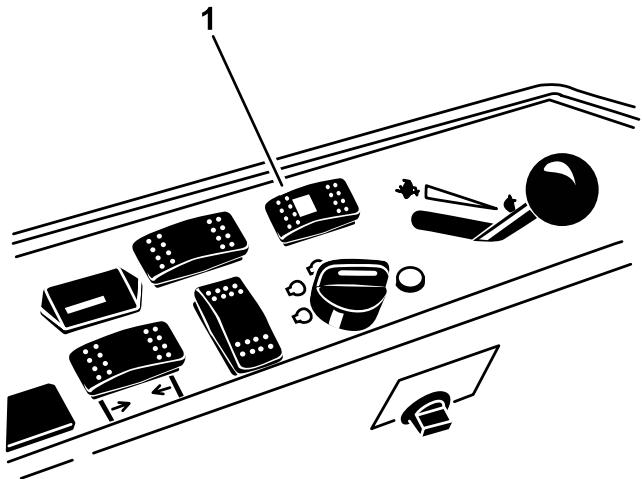

Bild 40
1. Drücken Sie den Lenkauswahlschalter in die Rückwärtsstellung (Vierradlenkung) (Bild 40).